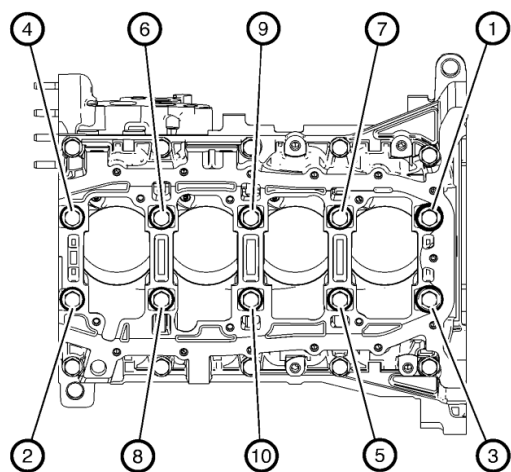

Figura 1
- 1) Apriete los tornillos interiores de la carcasa inferior del cigüeñal, en la secuencia indicada (figura 1), a 20Nm.